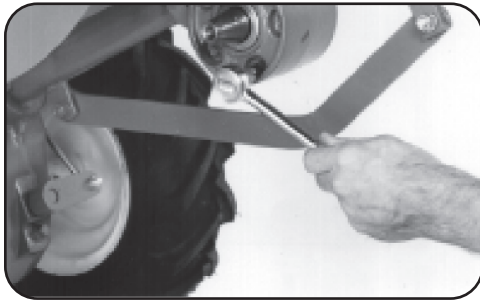

Figure 5-9
2. Pour effectuer une vidange complète, démontez l'ensemble de dents gauche. (Référez-vous aux instructions d'entretien des dents au sous-chapitre Dents du chapitre Réparation). Puis, retirez une des vis inférieures qui se trouvent dans le couvercle du boîtier du motoculteur. Voir Figure 5-9. Pour vidanger rapidement, retirez la jauge de l'ensemble de dents pour que l'air entre dans la transmission.